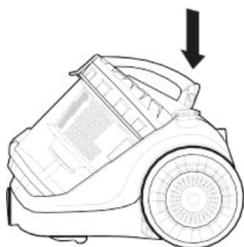

Рис.8
- Выключите пылесос и извлеките вилку сетевого шнура из электрической розетки. Держась за ручку, нажмите на кнопку фиксатора и снимите контейнер-пылесборник (Рис. 8).